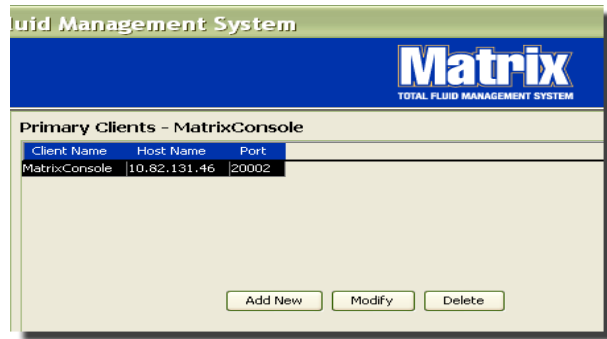

图 79
- 若要添加额外的主客户端，选择“添加新的”按键（图 79）。